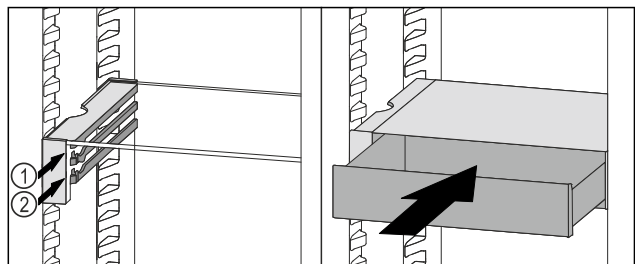

Fig. 122
- ▶ VarioSafe-Schubfach hinter den Stoppern auf gewünschter Rippe Fig. 122 (1) oder Fig. 122 (2) aufsetzen.